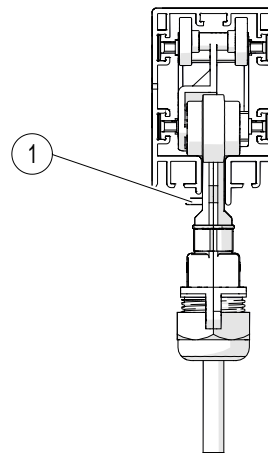

Abb. 58: Stromabnehmer in Schiene
- Den Stromabnehmer am Ende der Schleifleitung einführen. Ein Sicherheitsanschlag (siehe Pos. 1 in Abb. 58) verhindert ein falsches Einsetzen.